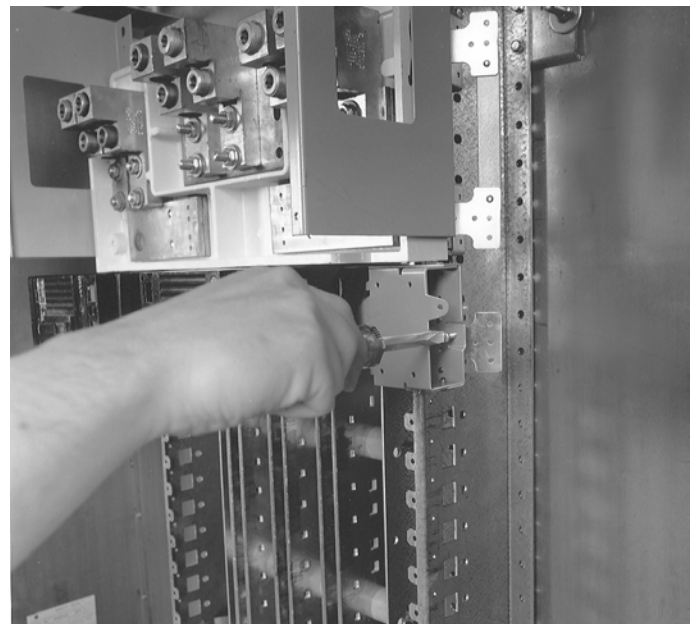

Figure 6. Installation du module de disjoncteur.
5. Installer le module. Enclencher un côté du module de disjoncteur. Libérer le loquet de rail. Faire pivoter le module sur les barres omnibus et engrener le second loquet. Libérer le loquet de rail. Serrer les vis de loquet de rail à 25 lb.-po., comme montré à la Figure 6.